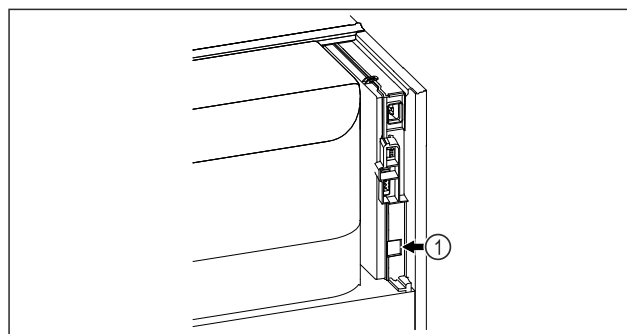

Fig. 82
- ☐ SmartModule Fig. 82 (1) 已使用。